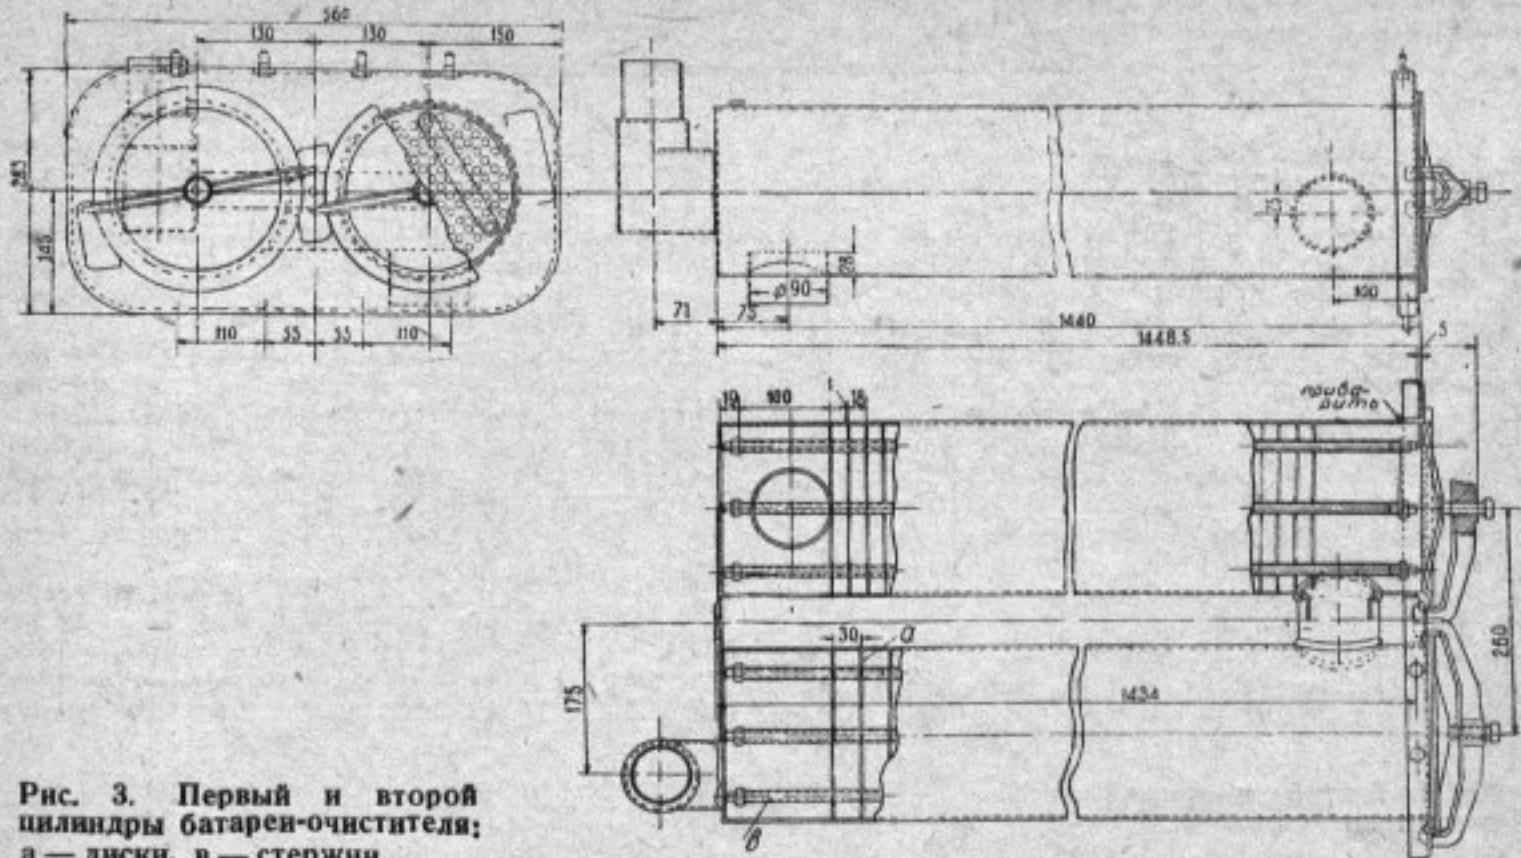

Рис. 3. Первый и второй цилиндры батареи-очистителя; а — диски, в — стержни
2. Батареи горизонтальных очистителей-охладителей из 4 элементов для грубой очистки (рис. 3 и 4), монтируемых позади кабины очистителя.